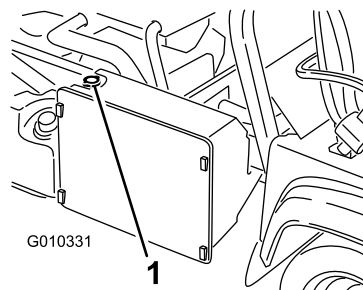

Figura 55
3. Retire el tapón del radiador (Figura 55).
4. Retire el tapón del depósito auxiliar (Figura 55).
7. Rellene el radiador y coloque el tapón (Figura 55).